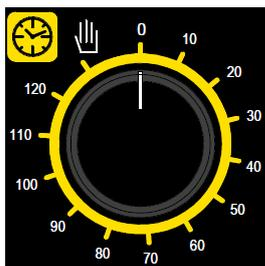

Fig. 4
**Programmation du temps de cuisson** - Mettre le bouton du programmateur (Fig. 4) sur le symbole  (fonctionnement continu) ou sur le temps voulu pour la cuisson (jusqu'à 120 minutes) pour allumer le four ; le four s'éteint automatiquement en fin de cuisson dans le second cas.